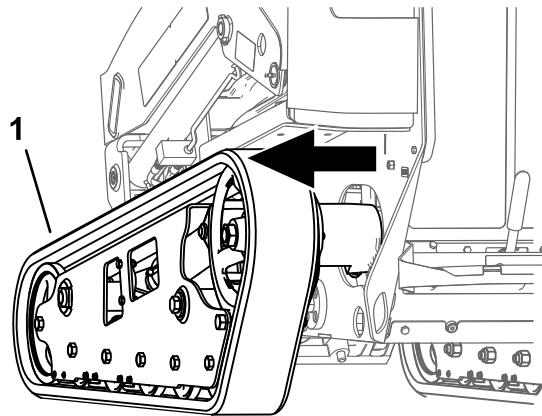

**Figure 6**
- Desserrez le boulon arrière qui fixe le cadre de chenille arrière à la machine (Figure 6).